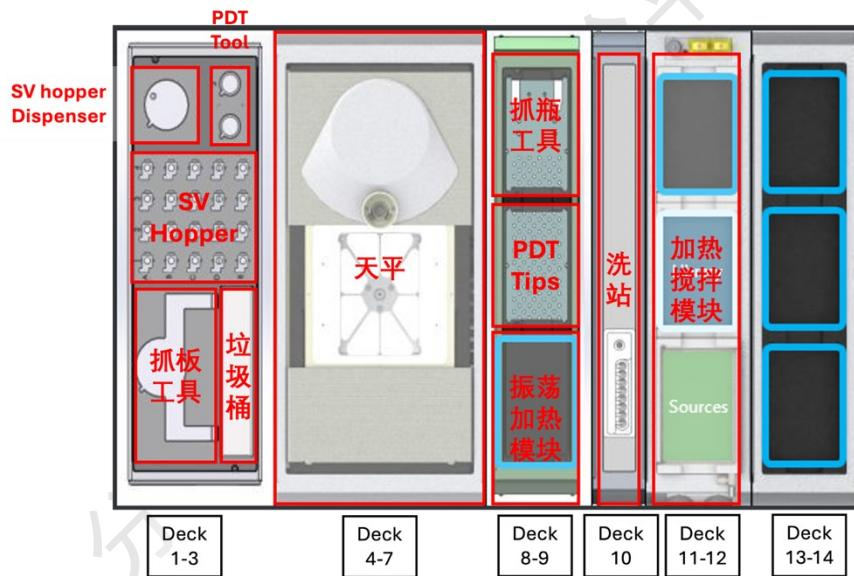

图 6-2-16
- d) 台面信息确认 (Configure Deck): 为已确定的实验步骤 Workflow 定义台面上的化合物的目标板位和源位置, 会按照默认顺序先后定义 Libraries 和 Sources。默认台面配置如图 6-2-16, 未标注为空位 (注意, Deck13-14 对应的三个板位只有 H6T 能够到达):